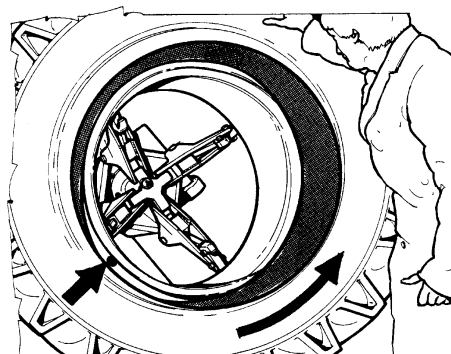

Рис.49
10. Установите крюк, как показано на Рис. 49. Край крюка должен быть отведен от закраины обода в радиальном направлении примерно на 2-3 см (1 дюйм) и отведен примерно на 2-3 см (1 дюйм) во внешнем направлении.